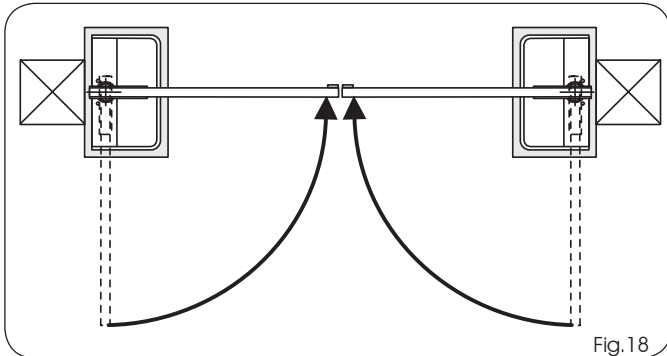

Fig.18
- 9) Vuelva a cerrar la cancela (Fig.18).